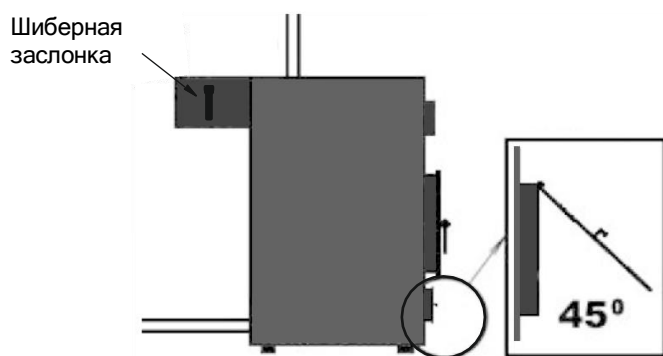
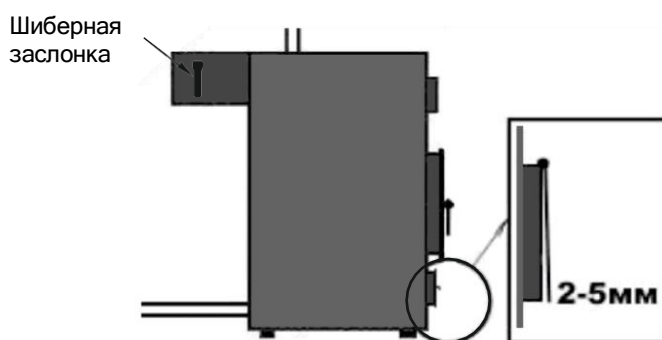

Рисунок 11
Рисунок 13
- после того, как воздух в отапливаемом помещении нагреется, прикрыть дверцу регулировки подачи воздуха, оставив воздушный зазор примерно — 2-5 мм (рис. 13), закрыть на половину заслонку в дымоотводящем патрубке (если шибер шторный, то выдвинуть его до риски на шторке). Таким образом будет обеспечена правильная работа котла и соответственно максимально эффективный, экономичный, комфортный режим работы, не требующий дополнительной регулировки до тех пор, пока в топке не останется топлива менее десятой части от полной загрузки;
- если доложено больше топлива, чем находится в топке, более чем в три раза, то необходимо приоткрыть дверцу регулировки подачи воздуха под 30-45 градусов относительно вертикали (рис. 11) на 5-10 минут, пока не займется дымом, не начнет тлеть вновь заложное топливо (чем влажнее топливо — тем дольше), после чего необходимо вернуть дверцу регулировки подачи воздуха в положение 2-5 мм зазора (рис. 13);